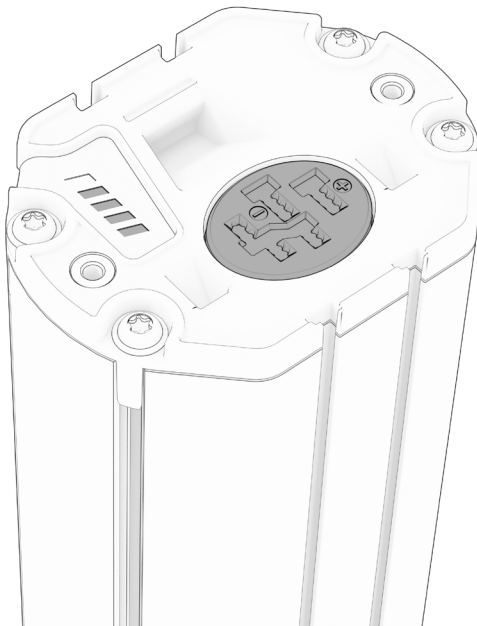

Abb. 22
1. Stecke zunächst den Stecker des Ladekabels in die Ladebuchse am Akku (Abb. 22) und verbinde dann das Ladegerät mit einer Steckdose.